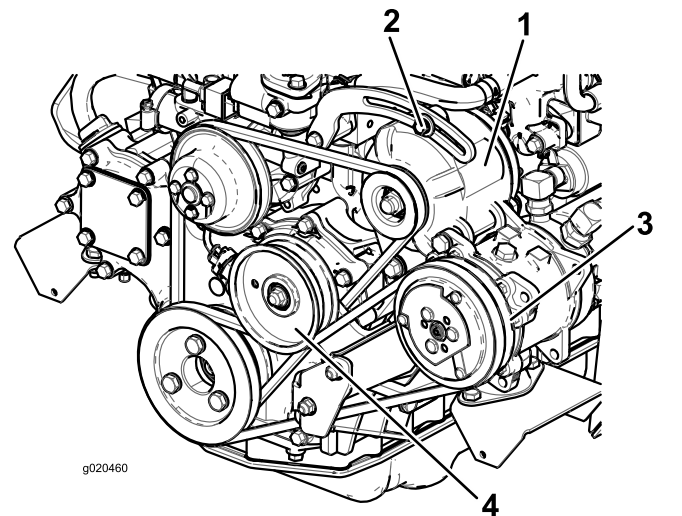

Figure 96
Vérifiez l'état et la tension de la courroie (Figure 96) toutes les 100 heures de fonctionnement.
2. Si vous n'obtenez pas une flèche de 10 mm, desserrez les boulons de fixation de l'alternateur (Figure 96). Augmentez ou diminuez la tension de la courroie et resserrez les boulons. Contrôlez de nouveau la flèche de la courroie pour vérifier si la tension est correcte.
2. Si vous n'obtenez pas une flèche de 10 mm, desserrez le boulon de fixation de la poulie de tension (Figure 96). Augmentez ou diminuez la tension de la courroie du compresseur et resserrer le boulon. Contrôlez de nouveau la flèche de la courroie pour vérifier si la tension est correcte.